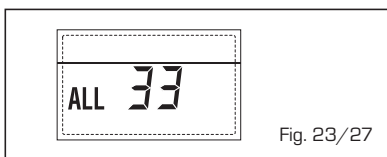

Fig. 23/27
- **ANOMALIA COMUNICAÇÃO PLAQUETA RS-485 EM MODALIDADE CASCATA "ALL 34"** (fig. 23/28)